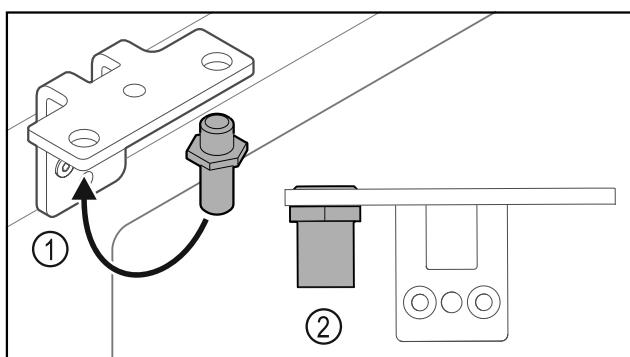

Fig. 35
- Перемістити палець Fig. 35 (1) у шарнірному кутику.
- Затягнути палець Fig. 35 (2) з **обертальним моментом 12 Нм.**